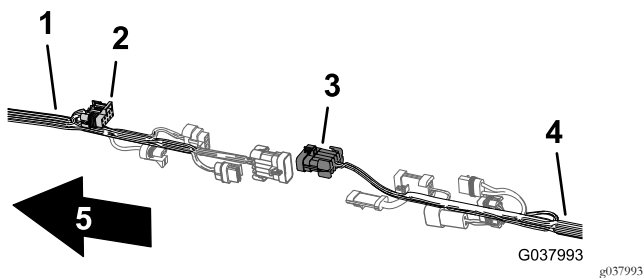

Bild 106
2. Stecken Sie den 10-Buchsen-Stecker des vorderen Kabelbaums für die Sprühfahrzeug-Kabelbaumzwischenverbindung in den 10-Stift-Stecker des hinteren Kabelbaums für die Sprühfahrzeug-Kabelbaumzwischenverbindung (Bild 106).